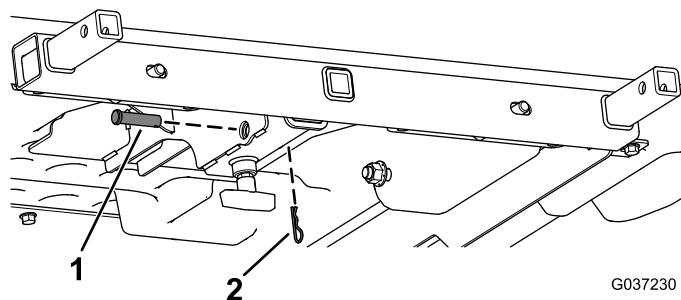

Figure 7
7. Fixez le cadre de support de poubelle au tube récepteur à l'aide de l'axe de chape et de la goupille fendue (Figure 7).